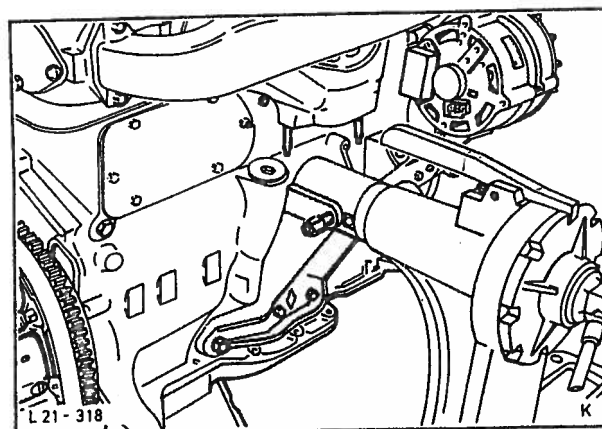

Fig. 37 Monter motoren til stativet ved bruk av motorens festeanordning.
1. Fest motoren på monteringsbraketten med spesialverktøy 21-081 og universalspindelen 21-023, fig. 37.